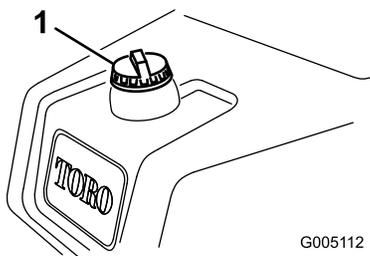

Figura 29
1. Limpie alrededor del tapón de combustible y retírelo (Figura 29).